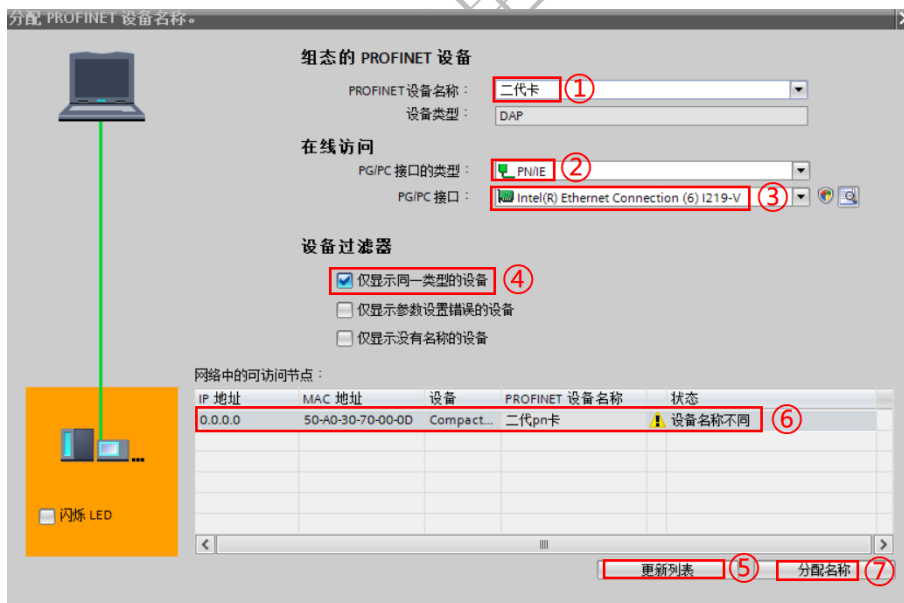

图 3.18 分配站点设备名（二）
- 2) 在弹出的分配 PN 设备名称窗口内，依次选择要分配的【ProfiNet 设备名称】、【PG/PC 接口的类型】、【PG/PC 接口】，并点击【更新列表】按钮，在更新出来的可访问节点中选择需要被分配的相应设备，点击【分配名称】按钮，如图 3.18 所示。